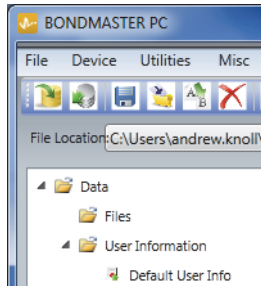
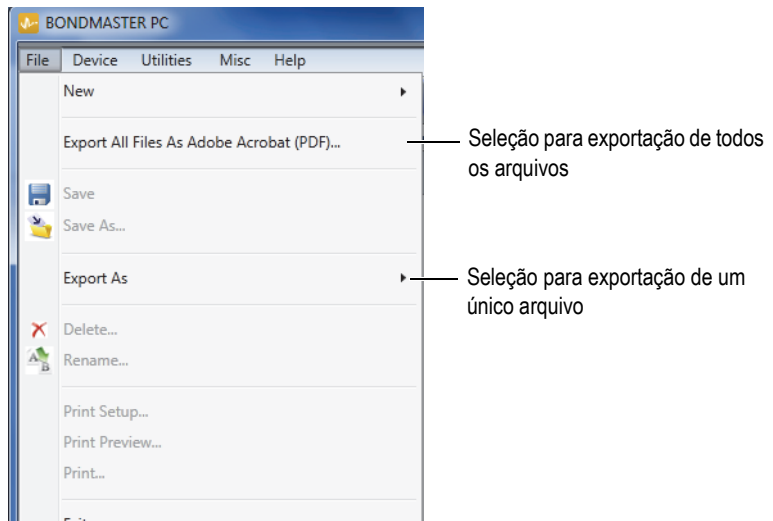

Figura 7-9 Arquivos no painel esquerdo da janela do BondMaster PC
Figura 7-10 Menu File
- ◆ Selecione o arquivo no painel esquerdo da janela BondMaster PC (veja Figura 7-9 na página 189) e, em seguida, selecione **Export As > PDF** (veja Figura 7-10 na página 189).
- ◆ No menu **File** do BondMaster PC, selecione **Export All Files As Adobe Acrobat (PDF)** [veja Figura 7-10 na página 189].